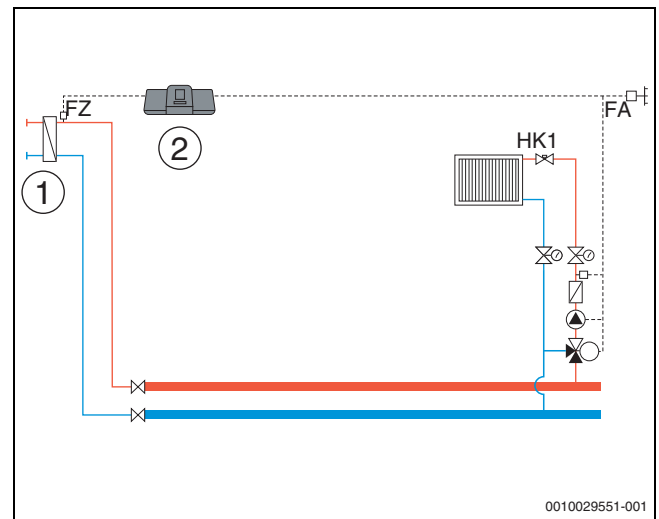
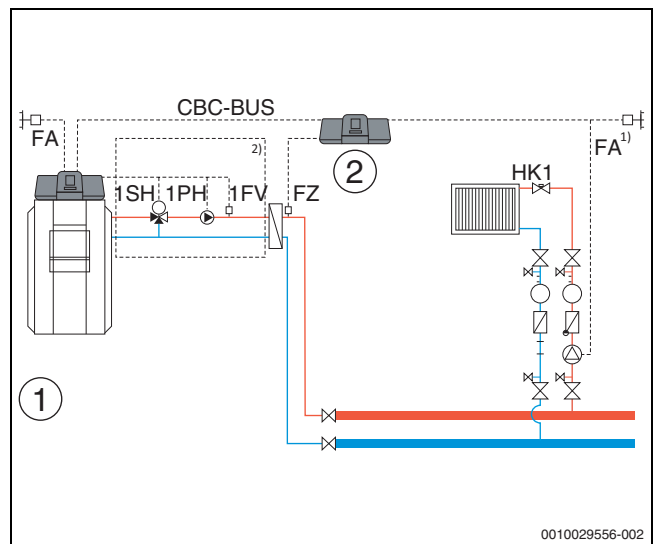

Bild 25 Variante 1: Fremde Wärmequelle mit Zubringerpumpe, Lastbegrenzung und Kompensation Wärmeverluste über FZ
Bild 30 Variante 3: Unterstation mit Vormischfunktion, Kompensation Wärmeverluste über FZ, Lastbegrenzung und Heizbetrieb bei Kommunikationsverlust
**Heizbetrieb bei Kommunikationsverlust:** Während Verlust der Kommunikation von Master zu Unterstation stellt der Master selbstständig zur Versorgung der Unterstation eine fest einstellbare Vorlauf Solltemperatur zur Verfügung (nur Variante 3, Heizzentrale und Unterstation (→ Bild 30), Grundeinstellung: 50 °C). Der Kommunikationsverlust wird als Störungsanzeige ausgegeben.
Der **Außenfühlerwert** der Unterstation in Bild 25...Bild 30 kann wahlweise vom Master-Regelgerät übernommen werden oder es kann für die Unterstation ein eigener Außentemperaturfühler gesetzt werden.